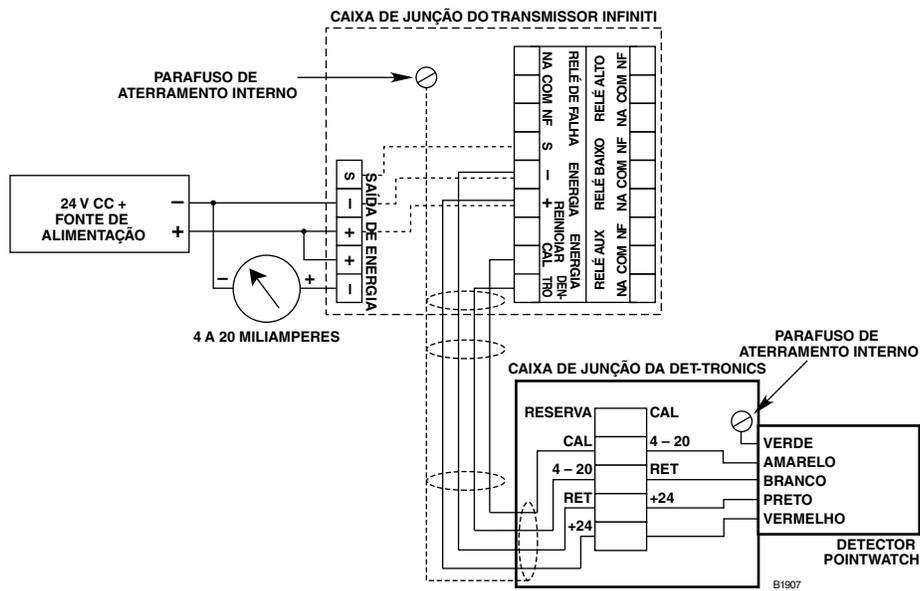

Figura 15 — Separação de sensor com PointWatch e Transmissor Infiniti
- Figura 15 — Separação de sensor com PointWatch e Transmissor Infiniti